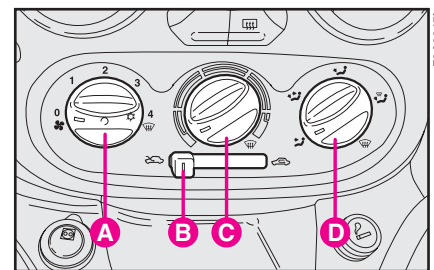

рис. 78
Если автомобиль оснащен системой кондиционирования, для ускорения отпотевания рекомендуется установить переключатели в указанное выше положение и нажать на кнопку **A** (рис. 78).
## ОРГАНЫ УПРАВЛЕНИЯ (рис. 78)
**ПРЕДУПРЕЖДЕНИЕ** Система кондиционирования с ручным управлением исключительно полезна для отпотевания стекол, так как снижает влажность воздуха. Для этого нужно установить ручки в положение отпотевания (см. предыдущий раздел) и включить кондиционер нажатием ручки **A** (см. рис. 78)
5) Кондиционер: нажать на ручку **C** (рис. 78).